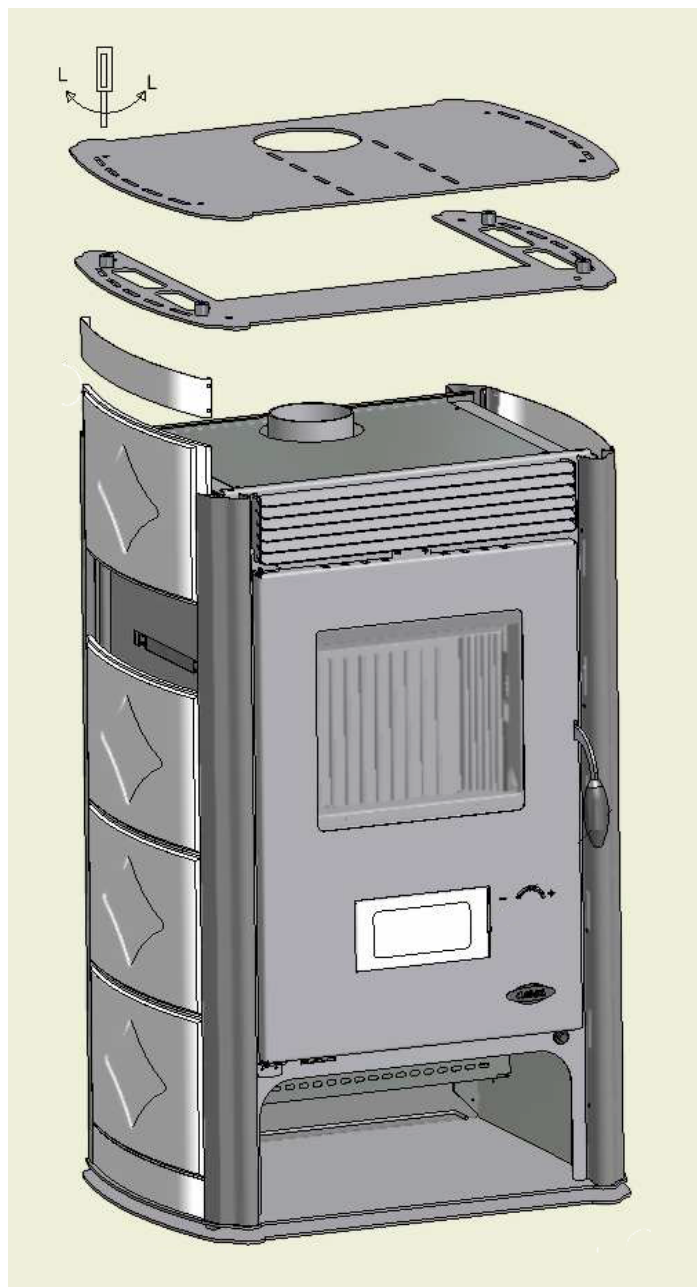

Fig. 14 - Montaggio maioliche Aurora
LEGENDA Fig. 14 a pag. 16
- È obbligatorio installare la stufa staccata da eventuali muri e/o mobili, con un giro d'aria minimo di 500 mm ai lati, di 500 mm sul retro, per consentire un efficace raffreddamento dell'apparecchio e una buona distribuzione del calore nell'ambiente (vedi **Fig. 14 a pag. 16**).
- Per le norme di sicurezza antincendio si devono rispettare le distanze da oggetti infiammabili o sensibili al calore (divani, mobili, rivestimenti in legno ecc...) come riportato in **Fig. 14 a pag. 16**.
- Se le pareti sono in materiale infiammabile, verificare le distanze di sicurezza (vedi **Fig. 14 a pag. 16**).